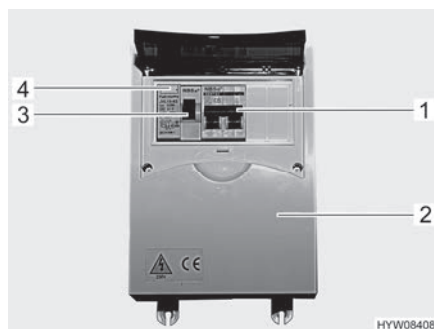

Fig. 101 Coffret de fusibles 230 V avec disjoncteur de protection de circuit et disjoncteur FI
- Couper le disjoncteur de protection de circuit (Fig. 101,1) dans le coffret de fusibles (Fig. 101,2).
- Quand le véhicule est raccordé sur l'alimentation 230 V, appuyer sur la touche de contrôle (Fig. 101,4) du disjoncteur différentiel (disjoncteur FI) (Fig. 101,3) dans le coffret de fusibles (Fig. 101,2). Le disjoncteur différentiel doit se déclencher.
- Réarmer le disjoncteur différentiel (Fig. 101,3).